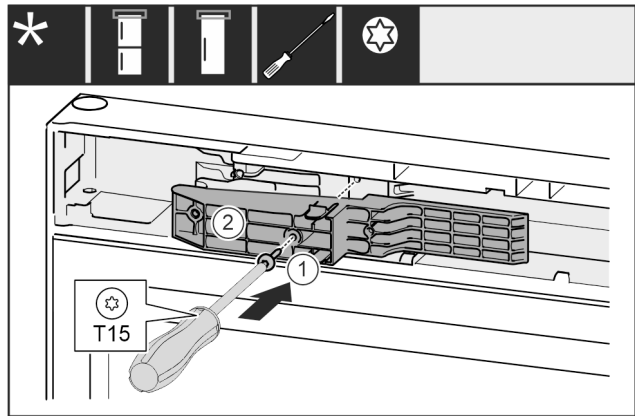

Fig. 59 *
- ▶ Вставьте деталь адаптера Fig. 59 (1) в выемку на стороне ручки.*
- ▶ Затяните винт Fig. 59 (2) отверткой.*